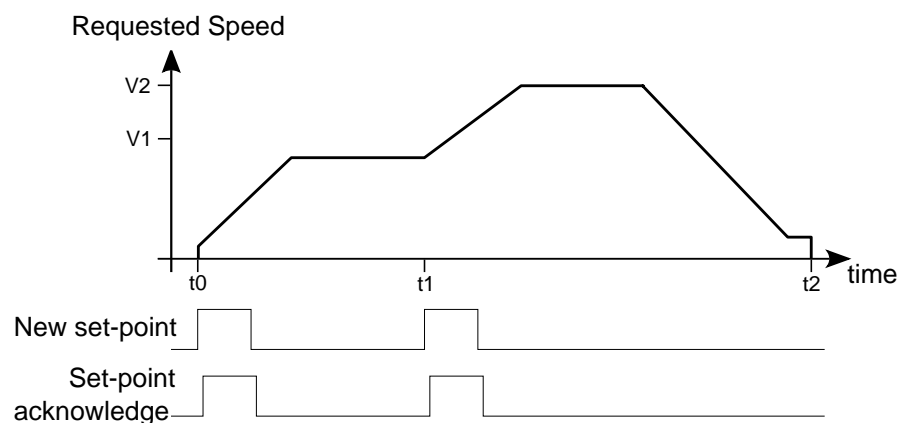
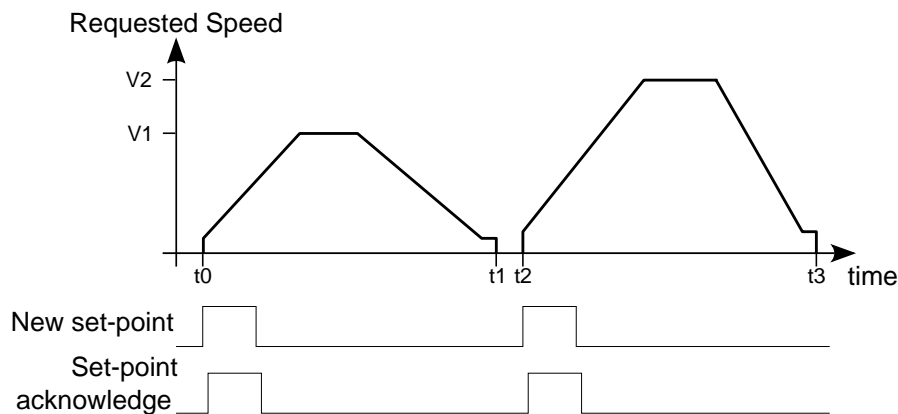

Figura 22.2. Diagramma temporale Profile Position Mode in modalità Single set point.
Figura 22.3. Diagramma temporale Profile Position Mode in modalità Set of set points.
- bit *Change set immediately*: bit che permette di selezionare la modalità di posizionamento fra *Single set-point* (se bit impostato a 0) e *Set of set-point* (se impostato bit a 1). Nella modalità Set of set-point (vedere **Figura 22.3**) è presente solo un buffer di dati, quello per i dati utilizzati durante il posizionamento. Nella modalità Single set-point (vedere **Figura 22.2**) il posizionamento si comporta come descritto nei bit *Change immediately option* del parametro **PositioningOptionCode**. Il bit va impostato con la transizione del bit *New set-point*;